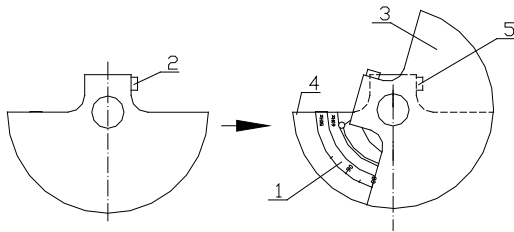

图 13 扇形偏心块激振力调整
5、扇形偏心块振动电机激振力的调整（见图 13）；
5.3 设原最大激振力为 F_c 。当偏心块一直边与激振力指示牌 50Hz 的“80%” 刻度线对准时，则调整后的激振力为 50Hz 的 $F_c \times 80\%$ ，详见图 13。